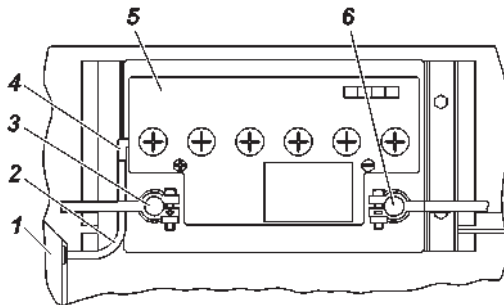

Рис. 9.42. Аккумуляторная батарея автомобилей УАЗ-220695, УАЗ-396295:
Блок реле и предохранителей (рис. 9.42)
Батарея установлена в кабине с левой стороны за брызговиком колеса. На автомобилях УАЗ-220695, УАЗ-396295 применяется аккумуляторная батарея с вентиляционной трубкой. Трубка 2 (рис. 9.42) выведена за пределы салона автомобиля в подкапотное пространство. Если при нормальной эксплуатации автомобиля батарея постепенно разряжается или чрезмерно заряжается генератором и электролит начинает «кипеть», то необходимо проверить работу генератора.
1. Отсоедините трубку 2 (рис. 9.42) от аккумуляторной батареи 5;